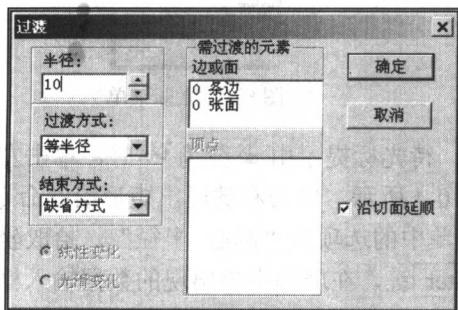

图 0-8 过渡对话框
- ① 单击“过渡”按钮 ，系统弹出“过渡”对话框，如图 0-8 所示。